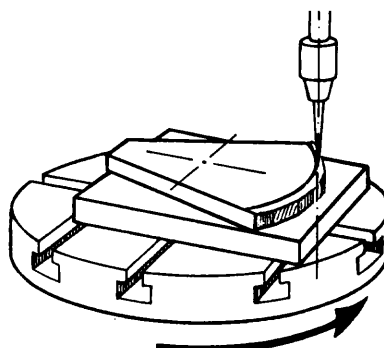

Fig. 5
- c Compruebe que el desplazamiento de la pieza respecto al eje de la fresa coincida con la trayectoria del trazado (fig. 5).